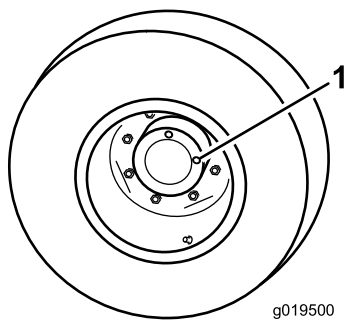

Bild 73
1. Stellen Sie die Maschine auf eine ebene Fläche und positionieren Sie das Rad so, dass eine Prüfschraube (Bild 73) auf 12 Uhr und die andere auf 3 Uhr steht.
2. Entfernen Sie die Schraube, die auf 3 Uhr steht (Bild 73). Der Ölstand sollte an der Unterkante des Prüfschraubenlochs liegen